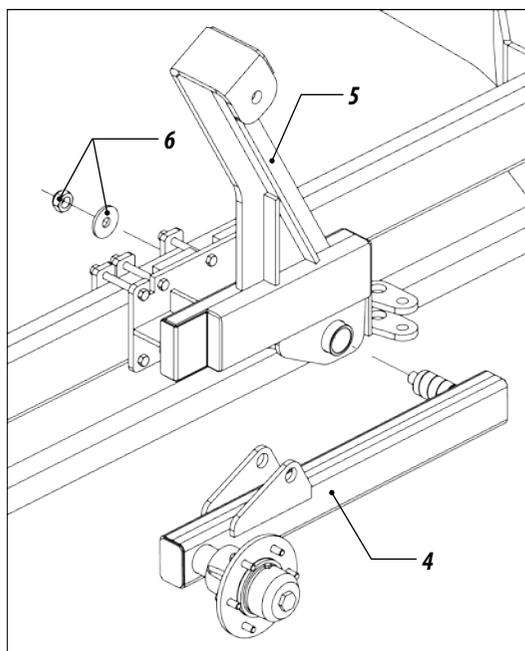

Figura 13
27 - Después de colocar la barra estabilizadora, regule la vara en la posición de alineación y tranque con las contratuercas (10). FIGURA 13.